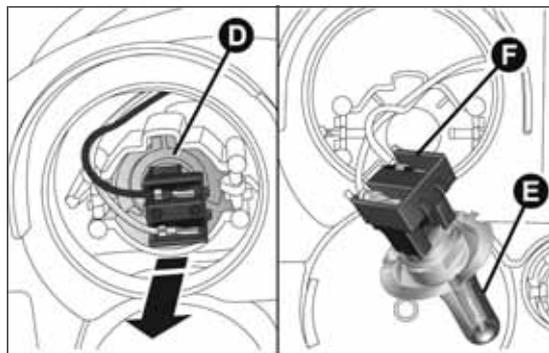

fig. 176
- quitar el grupo conector + portalámparas D fig. 176 extrayéndolo hacia el exterior;